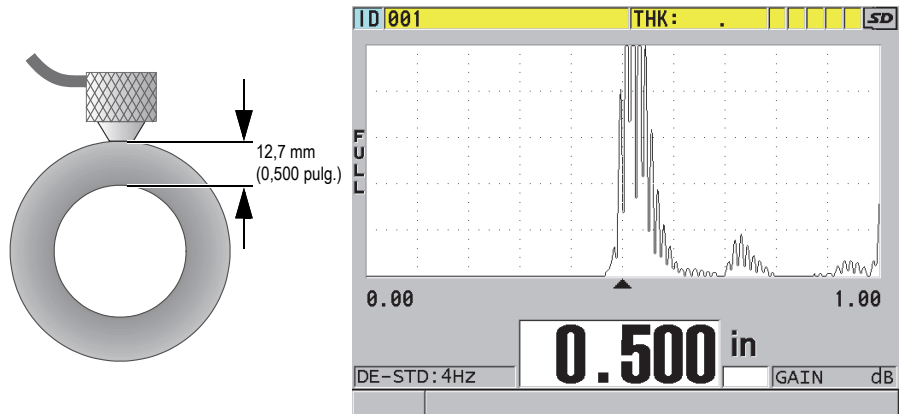

Figura 5-9 Acoplamiento de sonda dual y lectura del espesor medido
2. Ejerza una presión moderada a firme para acoplar la punta de la sonda sobre la superficie del material bajo ensayo. Mantenga la sonda al ras de la superficie de dicho material (ver Figura 5-9 en la página 97).